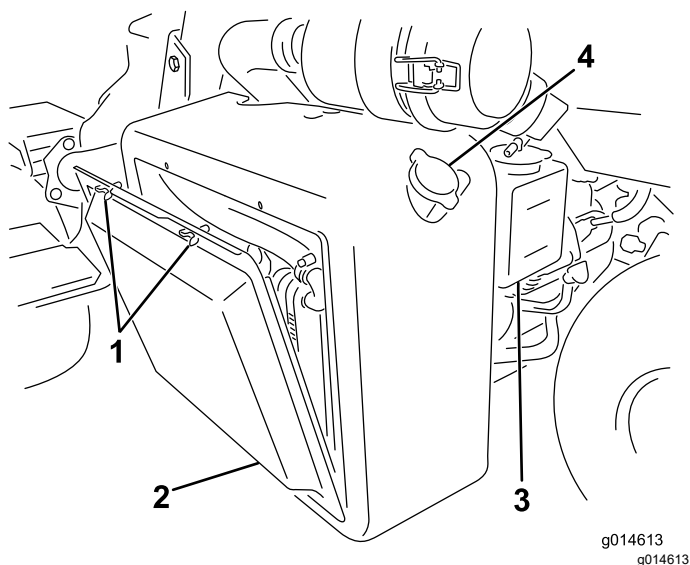
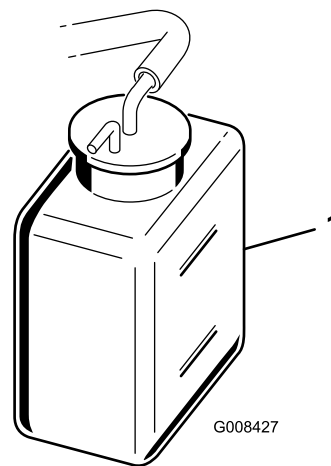

Рисунок 41
Рисунок 42
1. Снимите решетку радиатора (Рисунок 41).
- Проверьте уровень охлаждающей жидкости (Рисунок 41 и Рисунок 42).